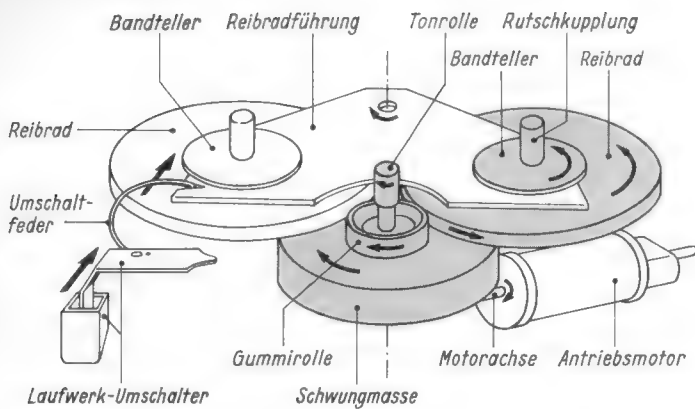

Bild 7a. Antrieb des Bandtransportes bei Spur I
3. *Antrieb des Bandtransportes bei Spur I (Bild 7a).* Der Achsstummel des Motors drückt von unten gegen die Gummibelegerung der Tonrollen-Schwungmasse. Tonrolle und Schwungmasse sitzen starr auf der gleichen Achse. Die Drehung des Schwungrades wird durch die obere Gummirolle auf das Reibrad des rechten Bandspulentellers übertragen. Reibrad und Bandspulenteller sind durch eine Rutschkupplung miteinander verbunden, so daß die vom Durchmesser des Bandwickels abhängige Drehzahl der Aufwickelspule erreicht wird.